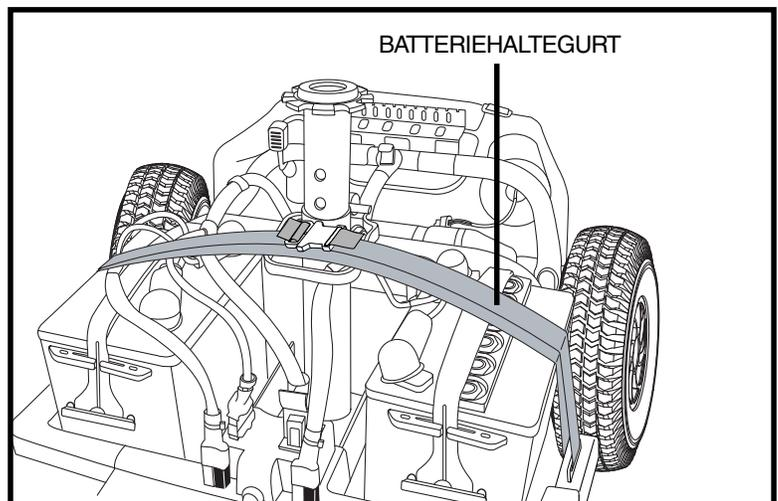

Abb. 13C. Batteriehaltegurt
11. Bringen Sie den Batteriehaltegurt wieder an – vergewissern Sie sich, dass der Gurt über dem Rahmenfreigabehebel platziert ist, um die richtige Befestigung sicherzustellen. **Siehe Abb. 13C.**